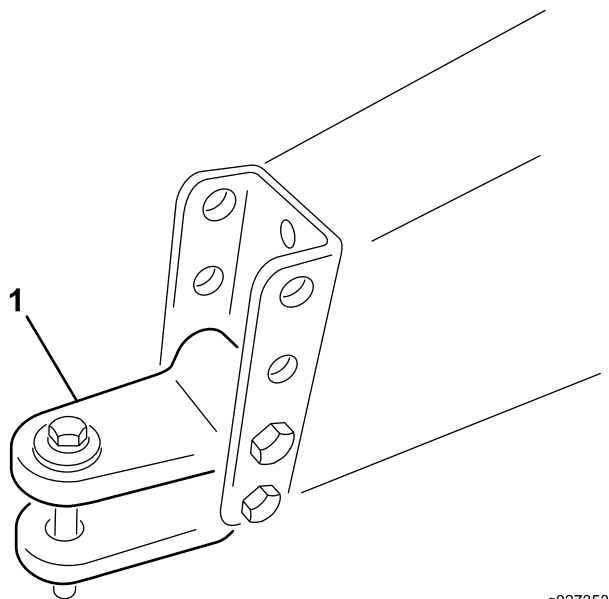

Figura 3
- A. Retire os parafusos e as porcas que fixam a forquilha de engate (Figura 3) à estrutura da máquina.